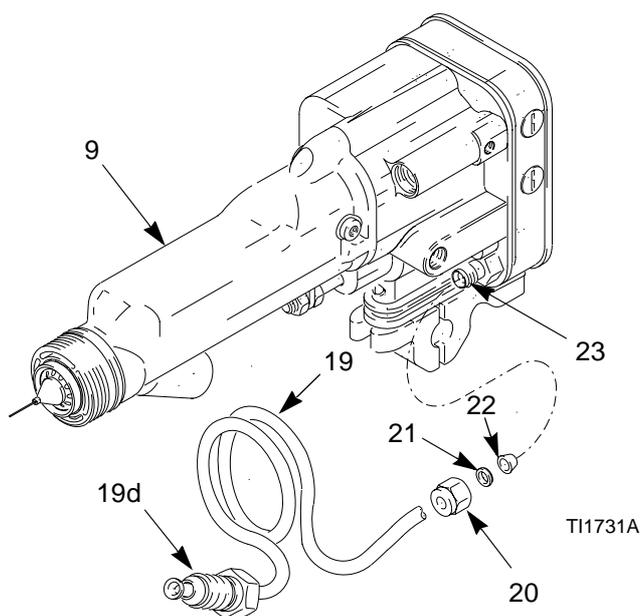

Fig. 10. Kit de conversión HC
1. Corte el aire de la turbina (TA).
4. Saque el anillo de retención (1), el cabezal de aire (3) y la carcasa (2).
5. Consulte el diagrama de piezas para el modelo 244589, en la página 45. Afloje las dos tuercas (20) y retire el tubo de fluido (19) y los anillos de metal (21, 22). Desmonte las otras piezas (14, 15, 16, 17, 18) en la entrada del cañón de la pistola.
6. Deslice los lazos del tubo hc (19) sobre el cañón de la pistola (9).
7. Asegúrese de que las roscas del cañón están limpias y secas. Aplique grasa dieléctrica Graco ref. pieza 116553 a las roscas de la pieza de conexión del fluido (19d) y a la junta tórica. Enrosque la pieza de conexión en la entrada del cañón. Vea Fig. 10.
8. Deslice la tuerca (20) y los anillos de metal (21, 22) sobre el tubo en espiral (19). Introduzca el extremo del tubo en la pieza de conexión (23). Asegúrese de que los anillos de metal se asientan en la pieza de conexión. Apriete la tuerca (20).